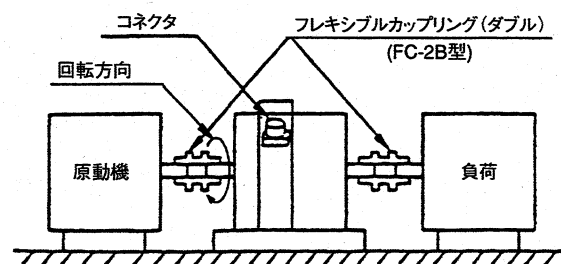

図3 取り付け脚を用いる場合
フレキシブルカップリング (ダブル) (FC-2B型) により両端を接続する方法が最も望ましいです。固定軸継手はすすめられません。理由は心出しが難しく心ずれにより軸受けに大きな負荷がかかり好ましくありません。(図3参照)
- 3.7 原動機側のトルクを測定する場合はコネクタ側を負荷側に接続して下さい。この場合、原動機の回転方向は図3または図4の逆方向で使用して下さい。